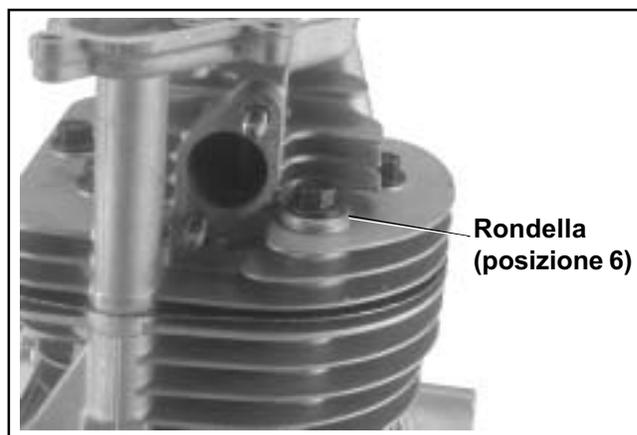

Figura 10-35. Installazione dei dispositivi di fissaggio della testata.
5. Installare la testata con le 6 viti esagonali. Installare la rondella più spessa sulla vite più vicina alla porta di scarico. Vedere Figura 10-35.